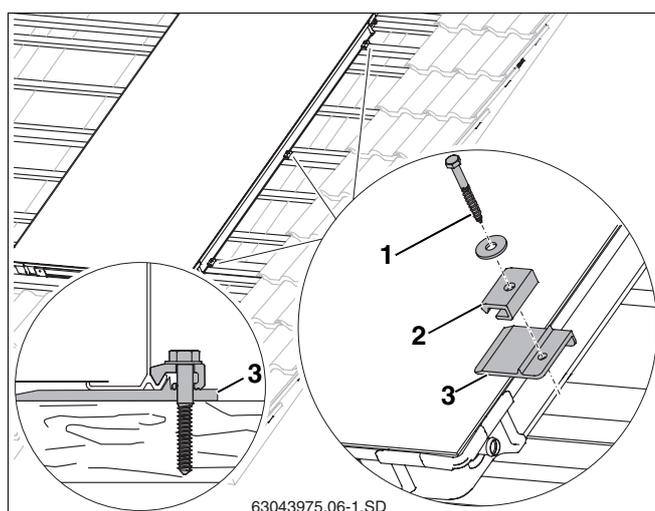

Fig. 23 Posa e avvitamento del primo collettore
- Sollevare leggermente il collettore e spingere fin sotto il collettore le piastre di rinforzo destre (fig. 23, **pos. 3**) del 2° e del 3° listello aggiuntivo, nonché quelle al centro del collettore di un listello preesistente, finché l'alzata non urta contro il bordo inferiore del collettore.
- Per permettere l'inserimento della vite (fig. 23, **pos. 1**) è necessaria una sgrossatura con una punta da trapano da 4 mm.
- Fissare i giunti di collegamento unilaterali (fig. 23, **pos. 2**) con vite 6×40 (fig. 23, **pos. 1**) e rondella (utilizzare una chiave SW 10).